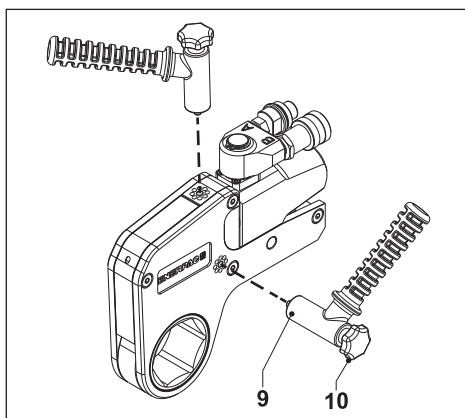

Fig. 3
3.2 Fijar la palanca de posicionamiento (Fig. 3)
- Fije la palanca de posicionamiento (9) con el tornillo moleteado (10). La palanca de posicionamiento se puede montar en ambos lados de la llave o en la parte superior de la llave (según sea necesario).